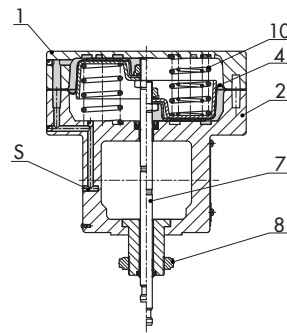

Bild 8: Typ 3277-5 für Direktanbau von Zubehör (120 cm²)
- **Typ 3277-5 · Antriebsfläche 120 cm²**, Gehäuse aus Aluminium-Druckguss für den Direktanbau von Zubehör (Bild 8), optional zusätzliche Handverstellung (Bild 5)